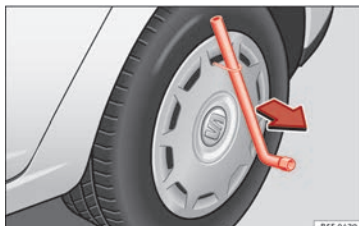

Bild 70 Avlägsna hjulsidan.
- Demontera hjulsidorna med hjälp av wirekroken » » **bild 70**.